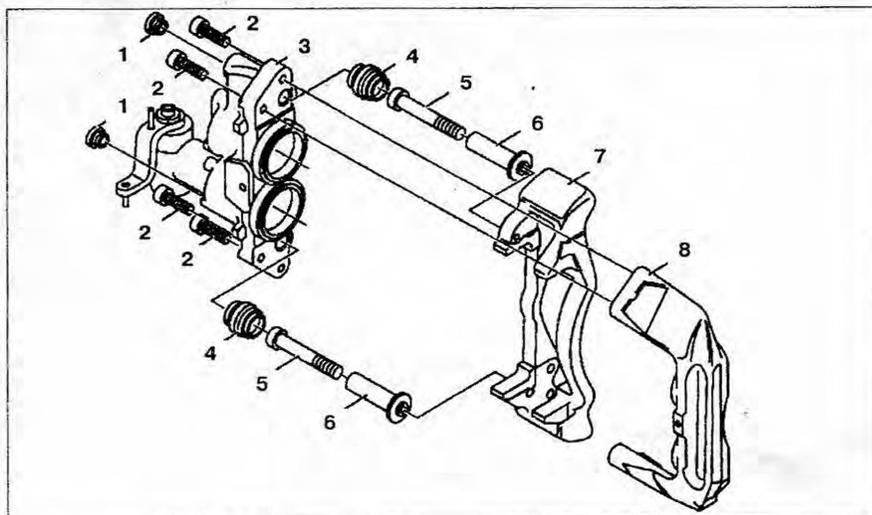

Рис. 7.11. Суппорт заднего тормозного механизма:
8. Снимите корпус 3 и пробки 1 (рис. 7.11).